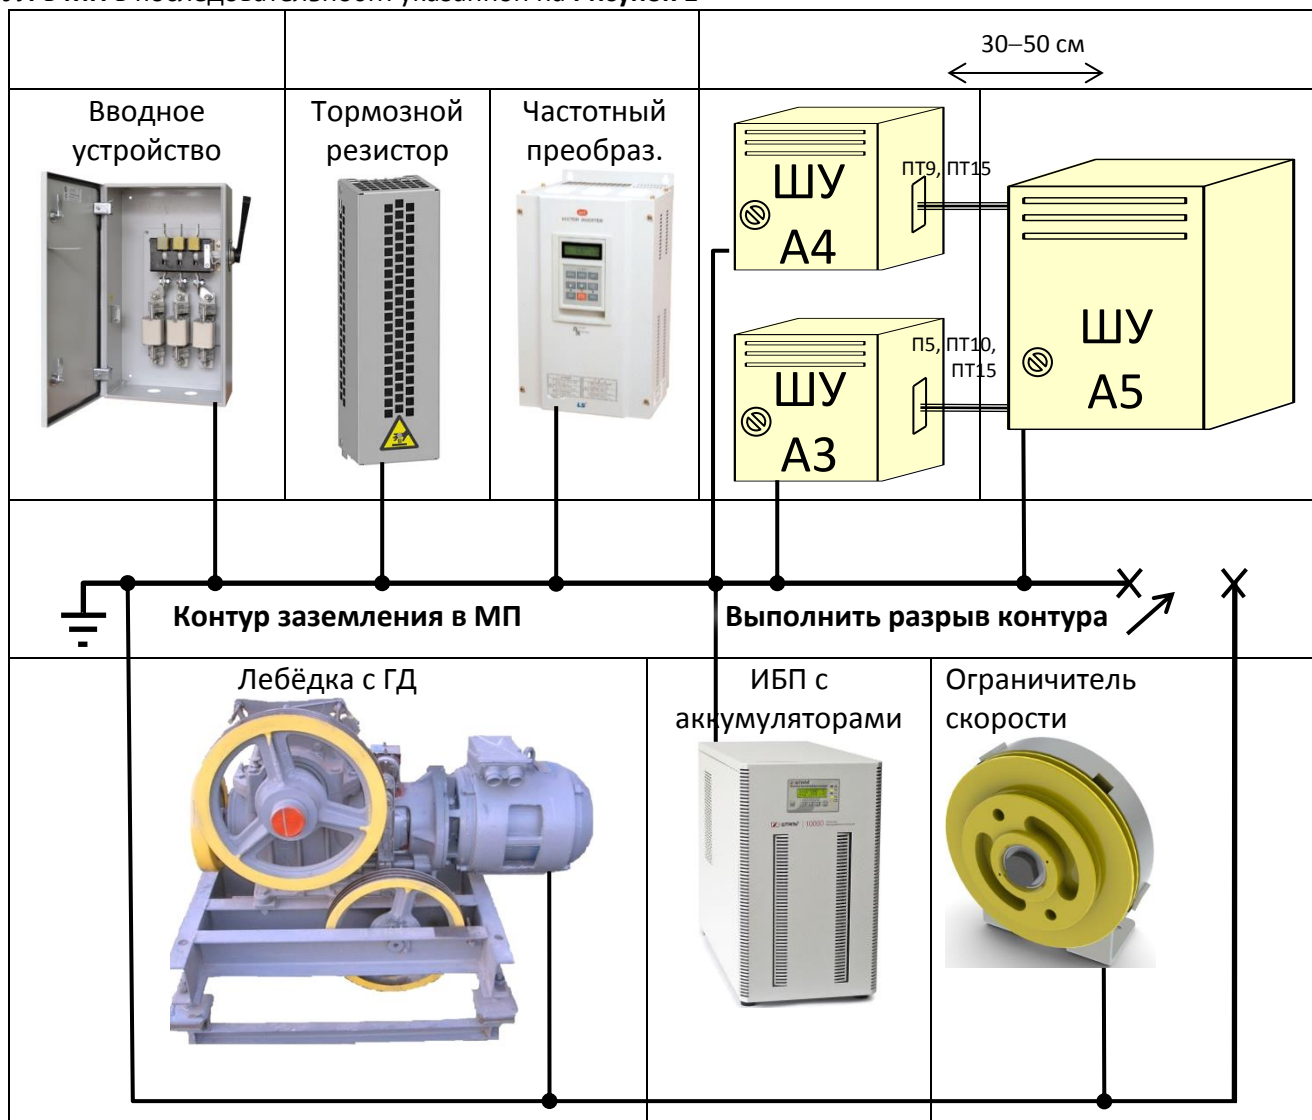

Рисунок 1 Рекомендуемое расположение узлов в МП
Для уменьшения влияния помех на электронные модули и узлы **СУЛ** рекомендуется располагать узлы **СУЛ** в МП в последовательности указанной на **Рисунок 1**
При расположении вводного устройства справа, размещение тормозного резистора, **ЧП, ШУ А3, ШУ А4, ШУ А5** должно быть сохранено в соответствии с **Рисунок 1**.
6.2.2 Выполнить монтаж ШУ АЗ (при наличии), ШУ А4, ШУ А5 так чтобы ШУ А5 находился справа от ШУ АЗ, ШУ А4, см. Рисунок 1
6.3.2 Выполнить монтаж ЧП слева от ШУ АЗ, ШУ А4, см. Рисунок 1
6.4.2 Выполнить монтаж тормозного резистора слева от **ЧП**, см. **Рисунок 1**
6.5.2 Выполнить монтаж ИБП под ЧП, см. Рисунок 1